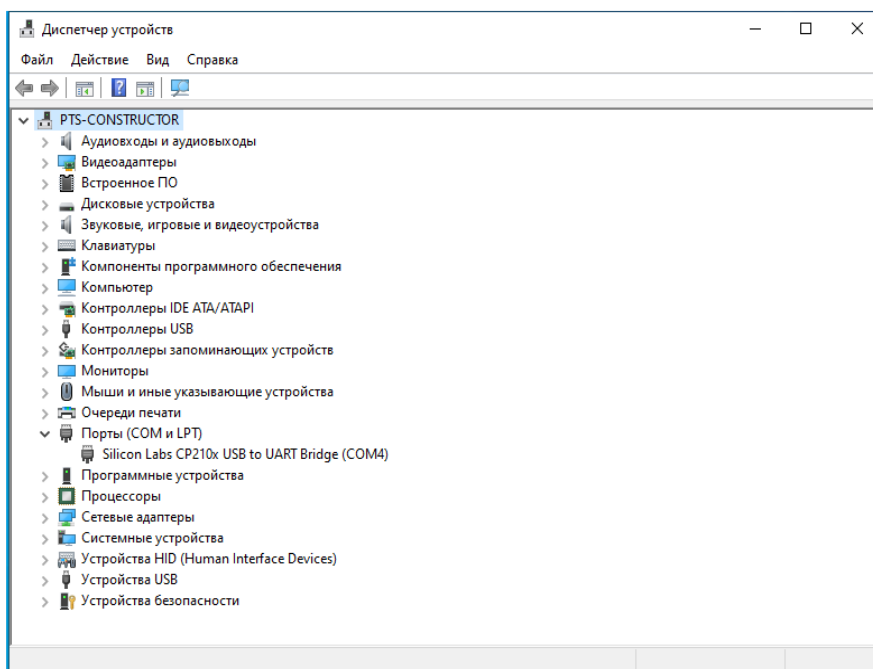

Рисунок 13 – Диспетчер устройств
1.7.2.3 Запустите “Диспетчер устройств” на ПК, затем подключите HART модем к ПК, откройте раздел “Порты(COM и LPT)” и запомните номер COM порта HART модема. (см. рис.13)